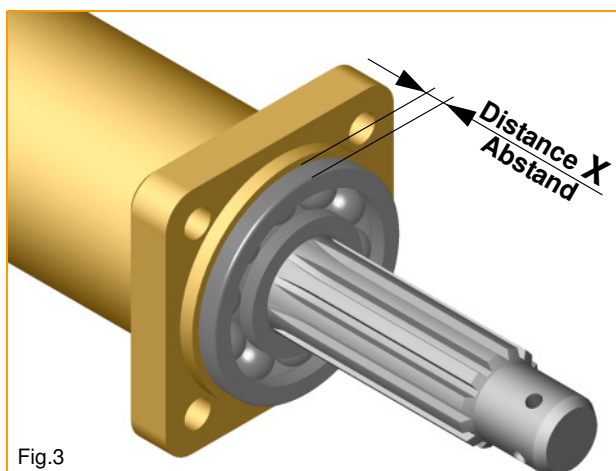

Fig.3
1. Check the wheel bearing carrier type. Please measure distance **X**, as shown in Fig. 3.
1. Überprüfen Sie, wie in Fig. 3 gezeigt, den Abstand **X** bei korrekt montiertem Radlager.